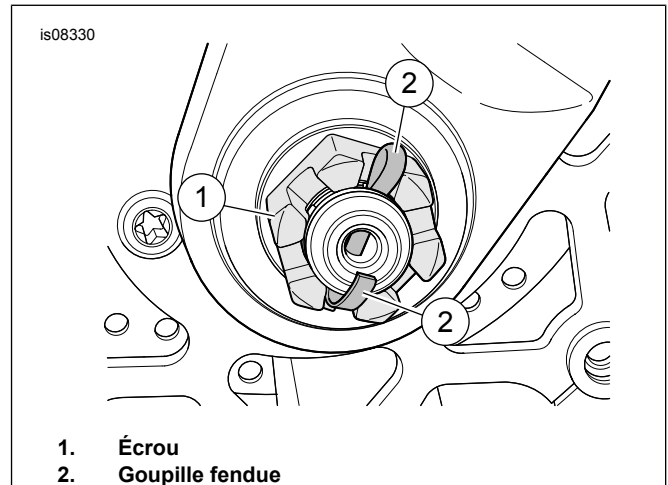

Figure 1. Écrou et goupille fendue
4. **Modèles dotés de goupilles fendues** : Consultez Figure 1 . Assurez-vous que la goupille fendue (2) est positionnée tel qu'indiqué.